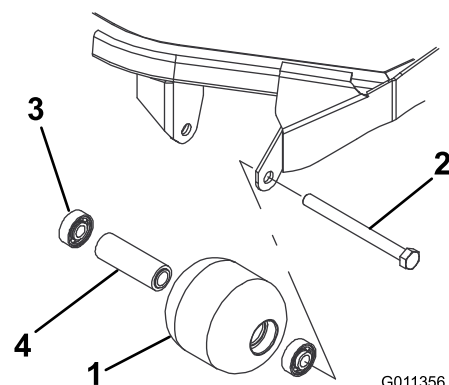

Figura 61
1. Retire el perno de montaje del rodillo (Figura 61).
4. Inspeccione el alojamiento del rodillo, los cojinetes, y el espaciador del cojinete (Figura 61) Sustituya cualquier componente dañado y móntelos.
1. Introduzca a presión el primer cojinete en el alojamiento del rodillo (Figura 61). Haga presión solamente sobre el anillo de rodadura exterior, o de forma igual sobre el anillo exterior y el interior.
2. Introduzca el espaciador (Figura 61).
3. Introduzca a presión el segundo cojinete en el alojamiento del rodillo (Figura 61), haciendo presión de manera uniforme sobre el anillo de rodadura interior y el exterior hasta que el anillo de rodadura interior entre en contacto con el espaciador.